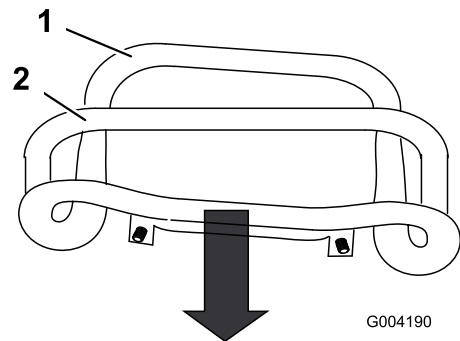

図 54
3. 走行コントロールを手前一杯に引いてコントロールの前部を基準バーに接触させる 図 54。